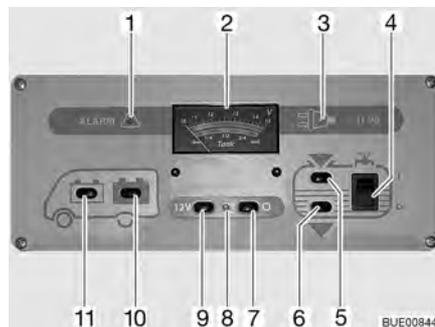

Fig. 109 Pannello di controllo IT 96-2
L'interruttore principale a 12 V (Fig. 109,7 e 9) inserisce o disinserisce il pannello di controllo e l'alimentazione a 12 V dell'abitacolo.
- Premere l'interruttore (Fig. 109,9) "12 V": L'alimentazione a 12 V dell'abitacolo è inserita. La spia di controllo (Fig. 109,8) diventa verde.
Spegnimento: ■ Premere l'interruttore (Fig. 109,7) "O": L'alimentazione a 12 V dell'abitacolo è disinserita. La spia di controllo (Fig. 109,8) si spegne.
Per l'indicatore volt/serbatoio (Fig. 109,2) leggere la scala superiore. L'indicatore si illumina automaticamente appena viene premuto un interruttore.
- Premere l'interruttore (Fig. 109,11) "🔋": Viene indicata la tensione della batteria di avviamento.
- Premere l'interruttore (Fig. 109,10) "🔋": Viene indicata la tensione della batteria dell'abitacolo.
Per l'indicatore volt/serbatoio (Fig. 109,2) leggere la scala inferiore. L'indicatore si illumina automaticamente appena viene premuto un interruttore.
- Premere l'interruttore (Fig. 109,5) : Viene indicato il livello del serbatoio dell'acqua.
- Premere l'interruttore (Fig. 109,6) : Viene indicato il livello del serbatoio delle acque grigie.
Accensione: ■ Premere in alto l'interruttore a bilico (Fig. 109,4) "I": L'alimentazione idrica è accesa.
Spegnimento: ■ Premere l'interruttore a bilico in basso (Fig. 109,4) "O": L'alimentazione idrica è spenta.
La spia luminosa rossa "ALARM" (Fig. 109,1) inizia a lampeggiare non appena la tensione della batteria dell'abitacolo scende al di sotto di 11 V (misurazione durante il normale esercizio) con conseguente rischio che la batteria si scarichi troppo.
La spia di controllo a 12 V (Fig. 109,8) si accende non appena l'interruttore principale a 12 V (Fig. 109,9) viene inserito.
La spia gialla di controllo a 230 V (Fig. 109,3) si accende quando all'ingresso della centralina elettrica è presente una tensione di rete.